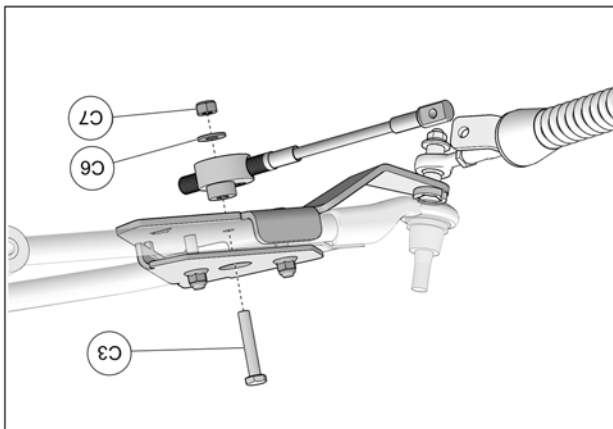

Fig. 23
13. Positionner le disque en aluminium du limiteur de conduite sous l'ancrage (C3) par le dessus et utiliser la rondelle (C6) et l'écrou (C7) pour fixer le limiteur de conduite en place. Serrer l'écrou à un couple de 50 N•m [37 lb•pi]. Fig. 23